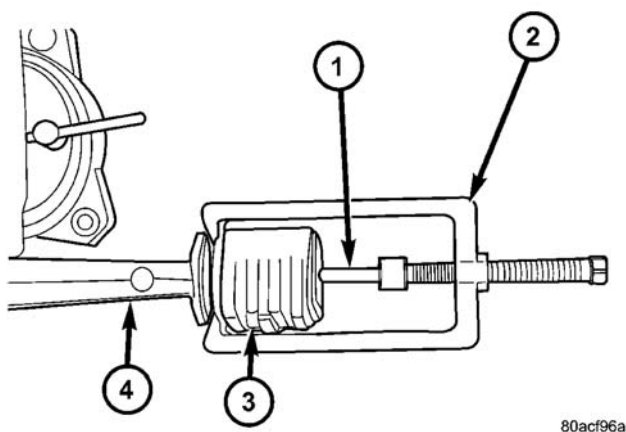

图 24 液压衬套拆卸
- (1) 将下控制臂从前悬架托架上拆卸下来。（参见 2—悬架系统 / 前 / 下控制臂—拆卸）
- (2) 用虎钳夹住下控制臂，但不要过度用力。
- (3) 在液压衬套上安装拆卸器（专用工具 8460），如图所示（图 24）。拆卸销（专用工具 8460-3），必须伸过衬套后部中央的孔。
- (4) 紧固桥的顶出螺钉（专用工具 8460-1），从下控制臂上卸下衬套。